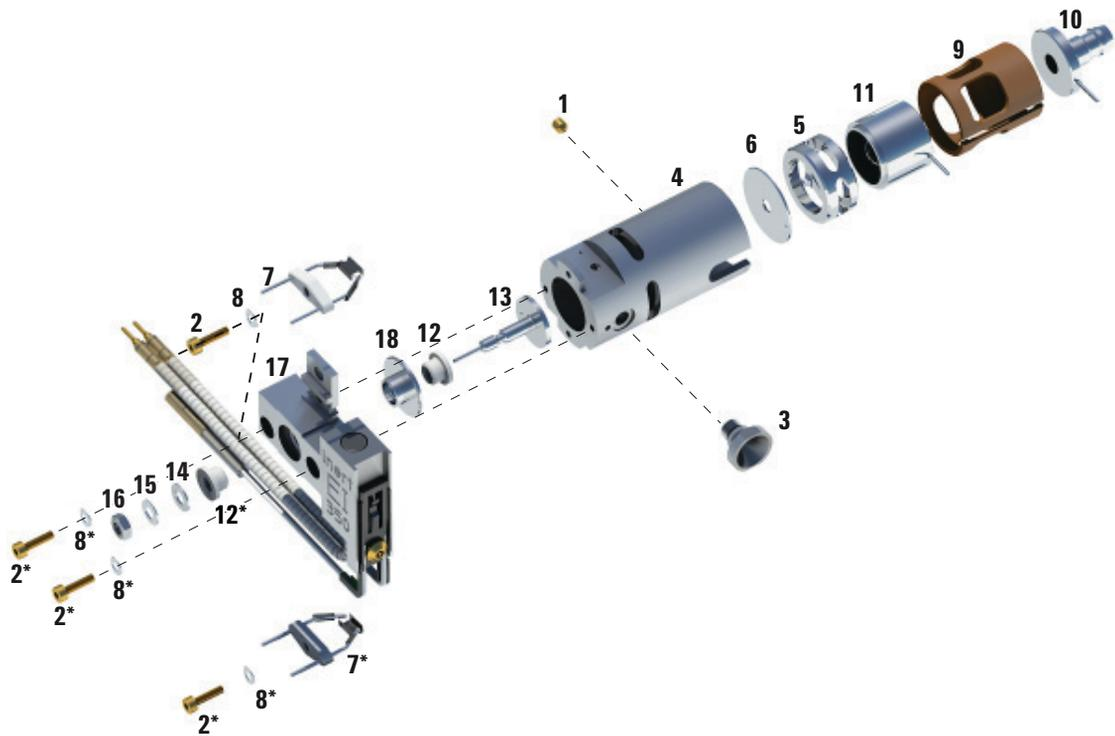

Figura 15 Desmontaje de la fuente de iones El estándar o inerte
- 2 Quite los dos tornillos chapados en oro de los filamentos y retire los filamentos de la fuente. Consulte la sección Figura 15 en la página 134.
Tabla 24 Lista de piezas de la fuente de iones El estándar o inerte (Figura 15)